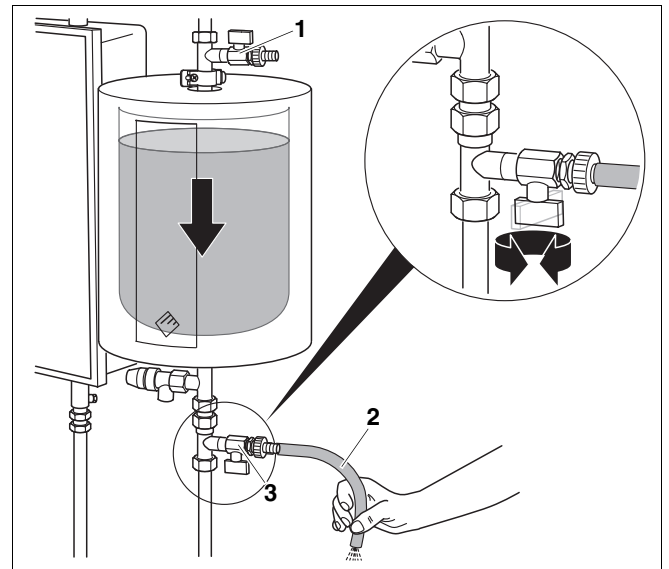

Abb. 5 Füllstand absenken
- Schließen Sie den beiliegenden transparenten Schlauch (Abb. 5, **Pos. 2**) am unteren Kugelhahn (Abb. 5, **Pos. 3**) an.
- Öffnen Sie den oberen Kugelhahn (Abb. 5, **Pos. 1**).
- Öffnen Sie den unteren Kugelhahn (Abb. 5, **Pos. 3**).